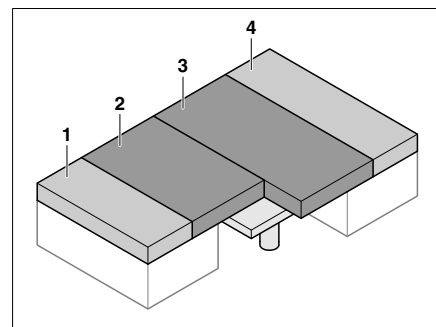

Bild 75 Nach dem Umbau
- Die Sitzpolster (Bild 75,2 und 3) zur Mitte ziehen.
- Die Rückenpolster (Bild 75,1 und 4) zwischen die Sitzpolster (Bild 75,2 und 3) und die Außenwand legen.